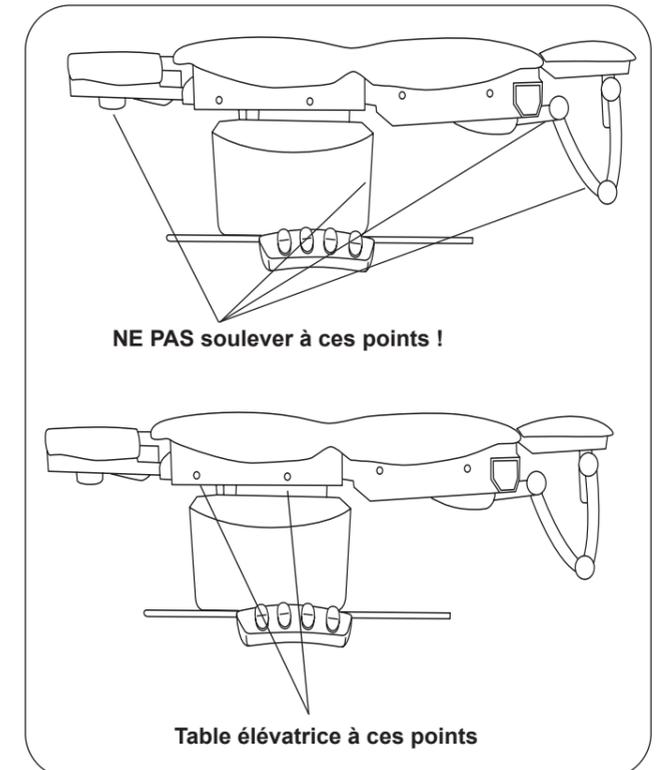

Figure 3. Points de levage de la table
2. Retirez la table du patin de transport en la faisant glisser par l'avant. Veillez à soulever la table aux bons endroits, comme indiqué sur la Figure 3. Positionnez la table à l'emplacement souhaité dans la pièce.